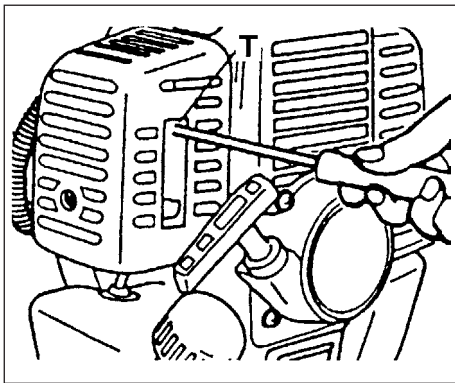

Fig. 3-1
**Justering av forgasseren (Fig. 3-1)**